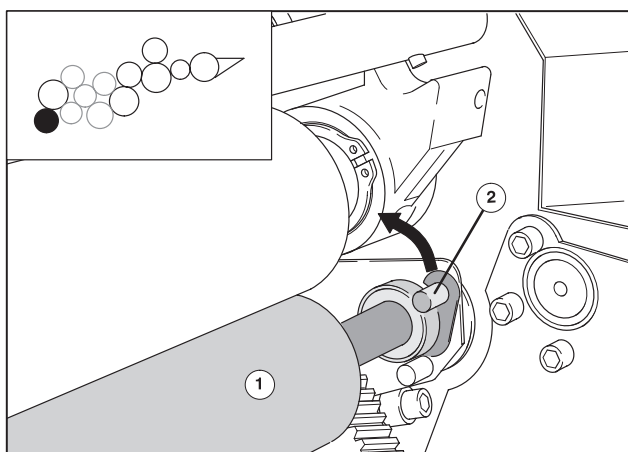

Рис. 20 Демонтаж 3-го накатного валика, опора на стороне обслуживания
- 2 Потяните вверх рычаг на опоре валика на стороне обслуживания (Рис. 20/②) и на стороне привода.
- 3 Выньте 3-ий накатной валик (Рис. 20/①).